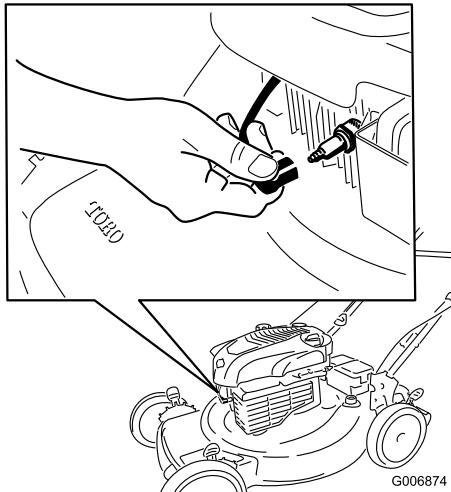

Figura 23
2. Scollegate il cappellotto dalla candela ed agganciatevelo al piolo di sostegno. (Figura 23) prima di iniziare qualsiasi intervento di manutenzione.